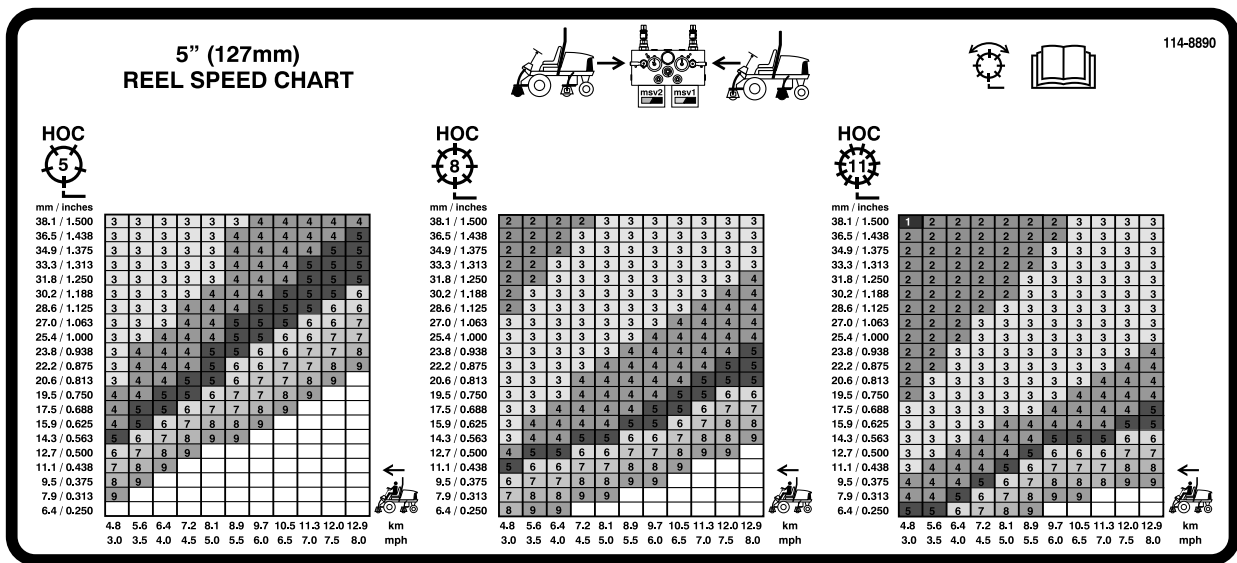

Figura 42
3. Utilizando o gráfico apropriado no autocolante 110-0996 (Figura 41) para Reelmaster 5510 e 5610, unidades de corte de cilindros de 17,8 cm ou o autocolante 110-8923 (Figura 42) para Reelmaster 5410, unidades de corte de cilindros de 12,7 cm determine o ajuste adequado da velocidade dos cilindros.